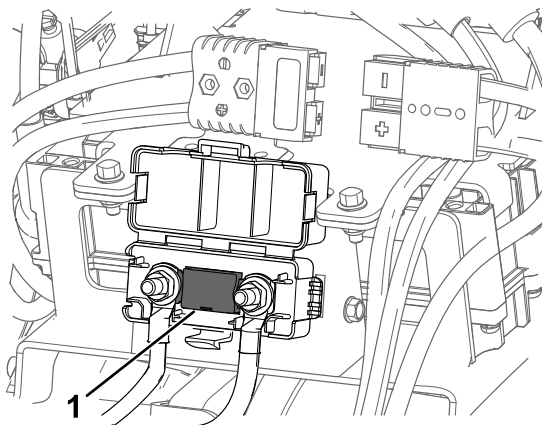

Figura 33
6. Localizai sigurană fuzibilă i înlocuii-o (Figura 33).